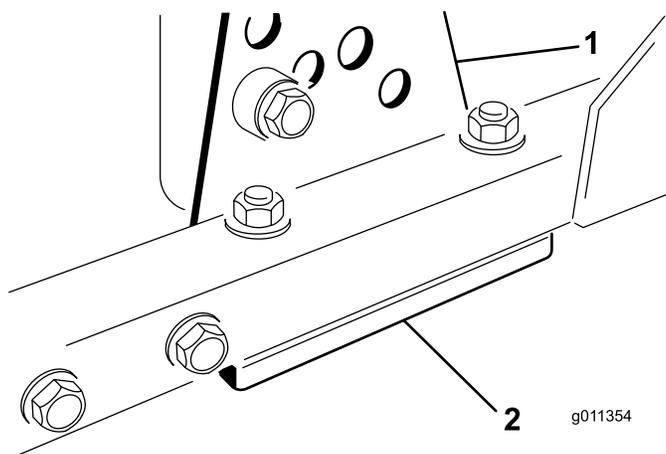

Figura 67
- Retire o suporte da altura de corte, (frente, esquerda ou direita) da estrutura da plataforma (Figura 67).
- Ajuste os calços de 1,5 mm e/ou de 0,7 mm entre a estrutura da plataforma e o suporte para obter a definição de altura pretendida (Figura 67).